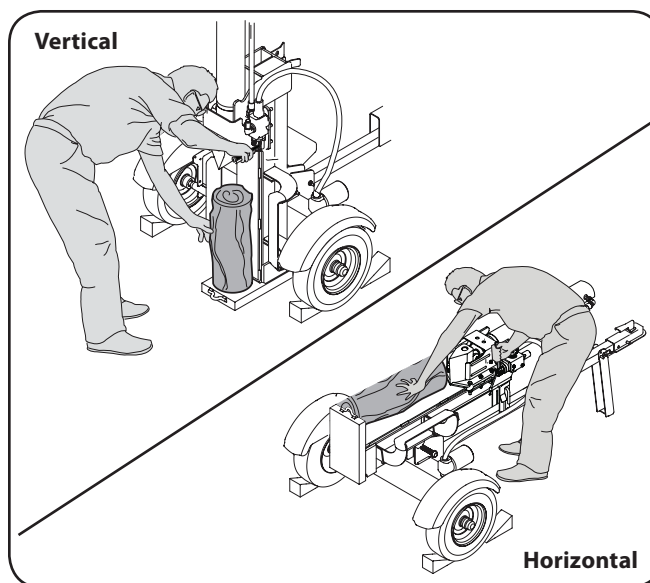

Figura 5-1
2. Trabe las dos ruedas por delante y por detrás. Vea la Figura 5-1.
3. Para estabilizar el tronco, coloque la mano izquierda en el costado del tronco que está frente a la viga como se indica en la Figura 5-1.